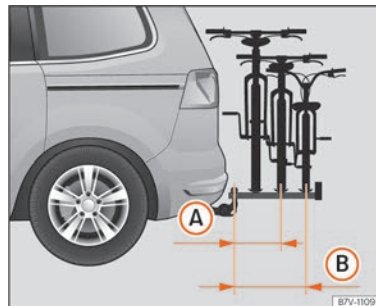

Abb. 278 Schematische Darstellung des maximalen Überstands der Ladung in einem Fahrradträger für zwei oder drei Fahrräder.
Legende zu » **Abb. 278**
» **Abb. 278 (A).** Bei Fahrradträgern für drei Fahrräder dürfen 700 mm » **Abb. 278 (B)** nicht überschritten werden